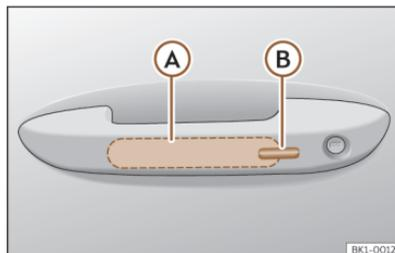

Fig. 69 Manecilla de la puerta: superficies sensoras.
>>> **fig. 69**
- Toque la superficie sensora >>> **fig. 69** Ⓑ situada en el lado exterior de la manilla de la puerta. Todos los intermitentes parpadean una vez.
- Antes de que transcurran 5 segundos, toque una vez el sensor del lado exterior de la manilla de la puerta >>> **fig. 69 B**. Al hacerlo, no agarrar la manilla. El sistema Keyless Access queda desactivado temporalmente.
Para cerrar con la función de confort todas las ventanillas eléctricas y el techo de cristal, mantenga un dedo durante unos segundos sobre la superficie sensora de bloqueo >>> **fig. 69 B** de la manecilla de la puerta hasta que se hayan cerrado las ventanillas y el techo.